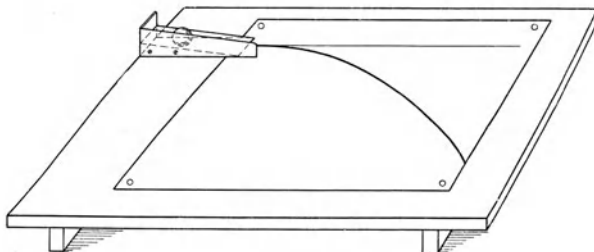

Fig. 77.
**Anleitung.** e) Gib dem Reißbrett eine schwache Neigung ( $\alpha = 15^\circ$ ). Setze die Fallrinne so auf das Reißbrett, daß die untere Rinnenkante der obern Brettfläche gleichläuft (Fig. 77). Hefte ein Blatt Millimeterpapier so daneben, daß dessen Linien den Kanten des Bretts gleichlaufen, und lege ein Blatt weiches Kohlepapier darüber. Kennzeichne das Ende der Fallrinne darauf. Laß die Kugel erst die Fallrinne und dann das Reißbrett hinabrollen. Sie schreibt ihre Bahn auf das Millimeterpapier auf.